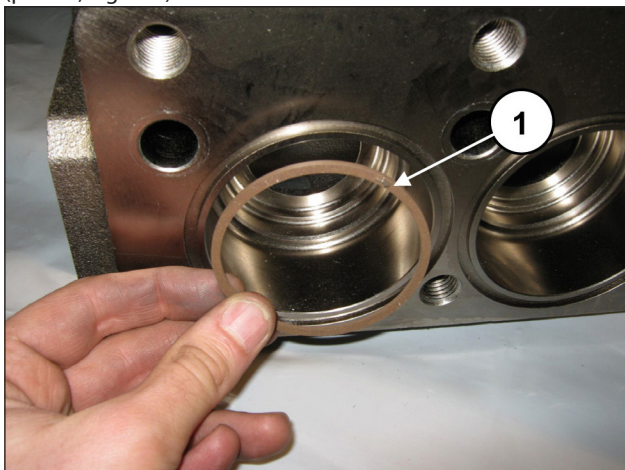

Fig. 153
In aspirazione inserire l'anello antiestrusione, pos. esploso n. 6 (pos. ①, Fig. 153).